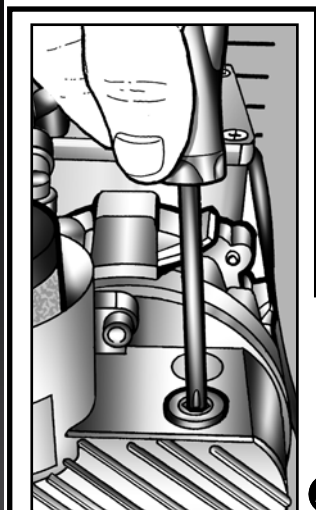

Abb. 10
- 7) Mit einem Sechskantschlüssel den Öleinfüllverschluss an der Oberseite der Pumpe abschrauben (**Abb. 10**).